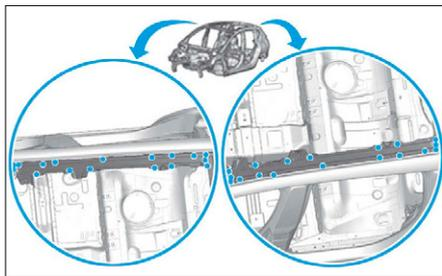

FIG. 142
- par points bouchons MAG en (3) et (4) (Fig.142),